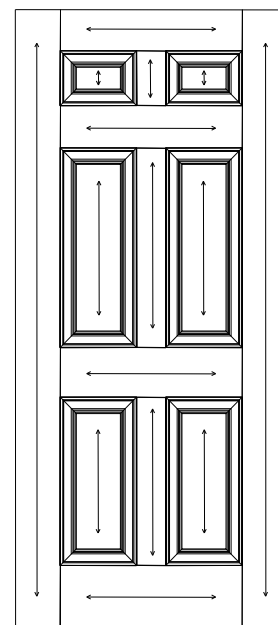

Figura 6
Todas las superficies de una puerta símil madera tostada no se pueden teñir. La superficie de nuestra puerta de fibra de vidrio con textura patentada produce una adhesión de tintura superior sin lijar. Seleccione una tintura a base de agua de alta calidad de Minwax® o Behr® o una tintura en gel de alta calidad de Minwax® u Olympic®. O, seleccione una tintura a base de aceite de alta calidad de Ace®, Minwax®, o Zar®. Antes de aplicar una tintura, limpie la puerta de fibra de vidrio y el marco de la puerta con un paño seco para retirar cualquier suciedad, aceite o desechos. Deje que la superficie se seque por completo antes de iniciar la tintura. Aplique una cantidad de tintura uniforme con un cepillo o un paño sin pelusas en la dirección de la madera según se muestra en la figura 6. Trabaje con tintura en la superficie. Aclare la tintura y retire el exceso mediante el barrido con un paño limpio antes de que la tintura se seque por completo. Para una apariencia más oscura, aplique una segunda capa después de que se seque la primera. Siga las instrucciones de aplicación de la etiqueta del recipiente de la tintura. Después de que se seque la tintura para al menos 24 horas, aplique tres capas de satinado para exteriores de alta calidad o poliuretano brillante en dirección de la madera. Cumpla con el tiempo de secado que figura en la etiqueta entre cada capa. **Importante: Utilice poliuretano con inhibidores ultravioletas (UV).**
Las puertas de fibra de vidrio, lisas sin pintar/pre-pintadas se pueden pintar con la mayoría de las pinturas de exterior a base de aceite, de alta calidad. Para las puertas lisas, sin pintar, recomendamos lijarlas suavemente con papel de lija granulada de 600 para obtener mejores resultados. Antes de aplicar una pintura, limpie la puerta de fibra de vidrio y el marco de la puerta con un paño seco para retirar cualquier suciedad, aceite o desechos. Deje que la superficie se seque por completo antes de iniciar la pintura. Pinte la puerta en las direcciones que se muestran en la figura 6. Aplique al menos dos capas de pintura. Cumpla con el tiempo de secado recomendado en la etiqueta entre cada capa.